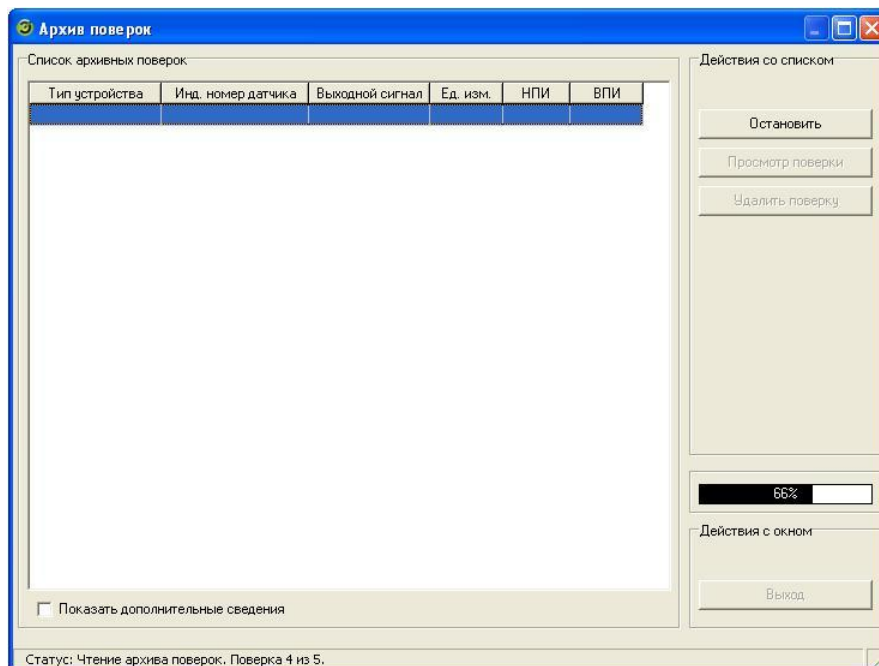

Рисунок 3.7.3 – Чтение архива поверок из прибора
- «*Прочитать архив поверок*». Кнопка предназначена для чтения архива поверок из прибора. При нажатии на неё запускается процесс чтения, при этом на индикаторе хода выполнения процесса выводится процент выполнения операции (рисунок 3.7.3).